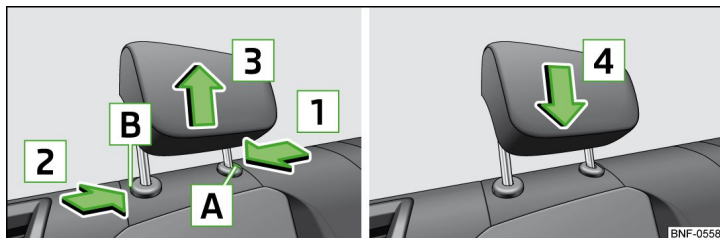

Fig. 46 Tetiere spate: demontare/montare
- Apăsați tasta de siguranță **A** și mențineți-o în direcția săgeții **1** » fig. 46.